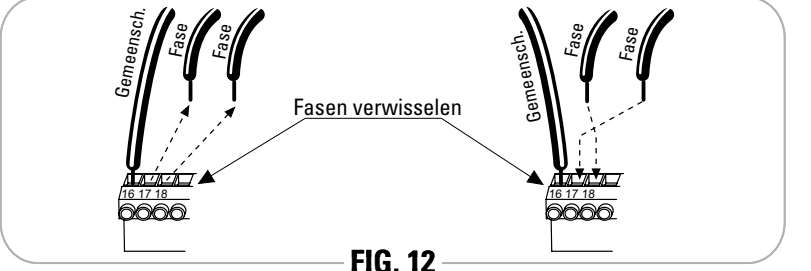

FIG. 12
Tijdens de eerste werking is het belangrijk om goed te controleren of de fasen van de elektromotor overeenkomen met de standen "open" en "gesloten" van de verzinkbare paal, en met de eindschakelaar van de uitgetreden paal (doorgang verhindert), want anders moeten de draden van de twee fasen onderling verwisseld worden, terwijl de gemeenschappelijke draad "vast" blijft. (Fig.12).
- De verzinkbare paal moet opgeheven zijn om het deksel van de paal op de randafdekking te kunnen vastzetten. Geef dus een bedieningsimpuls (door een zender met de eigen radio-ontvanger te coderen of met een keuzeschakelaar met sleutel, Fig.12) om de verzinkbare paal omhoog te brengen (Fig.13).